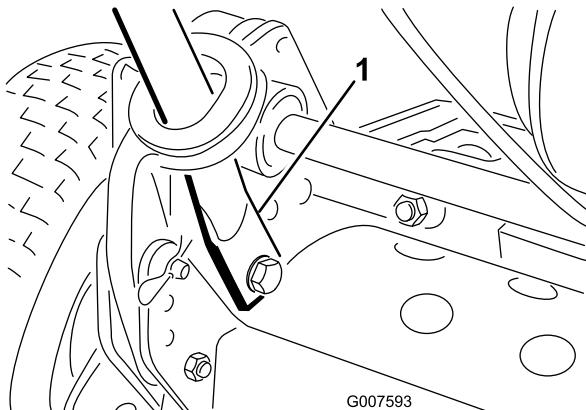

Figura 3
- Premete verso l'interno le estremità della stegola e montatele sui perni di montaggio (Figura 3).
- Fissate le estremità della stegola ai perni di montaggio tramite i bulloni, le rondelle e le rondelle di sicurezza precedentemente rimossi (Figura 3).
- Fissate la base dei bracci della stegola su ciascun lato del tosaerba tramite i bulloni e le rondelle di sicurezza precedentemente rimossi (Figura 3). Montate le boccole nei fori di montaggio dei bracci della stegola.
- Fissate con sicurezza i bracci della stegola sul retro dell'intelaiatura utilizzando le coppiglie a forcina ed i perni ad anello tolti in precedenza (Figura 3).